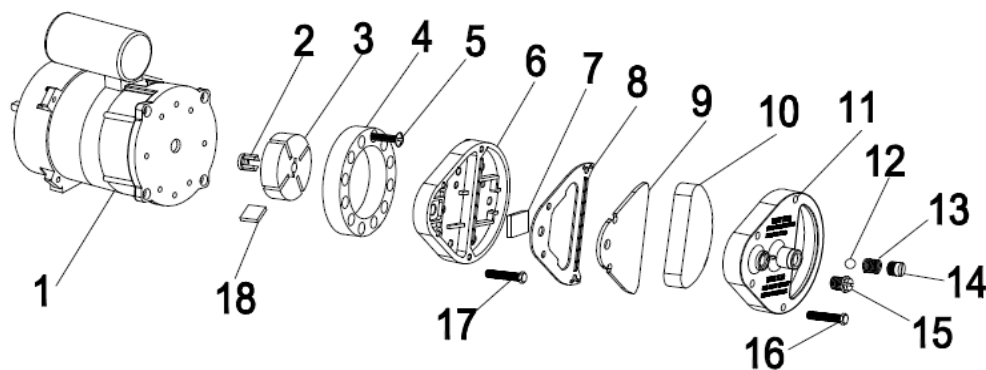

Fig. 3
Nettoyez les filtres à air. Retirez le couvercle d'extrémité du filtre (11), lavez le filtre d'admission d'air (10) à l'aide d'un détergent doux et séchez-le soigneusement avant de le réinstaller. Remplacez le filtre de sortie d'air (9) une fois par an (Fig. 3)